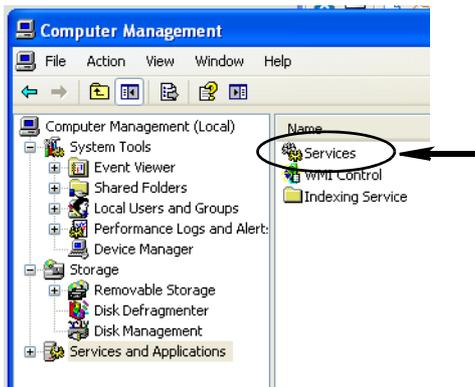

FIG. 36
c. Fare doppio clic su Servizi (FIG. 36).